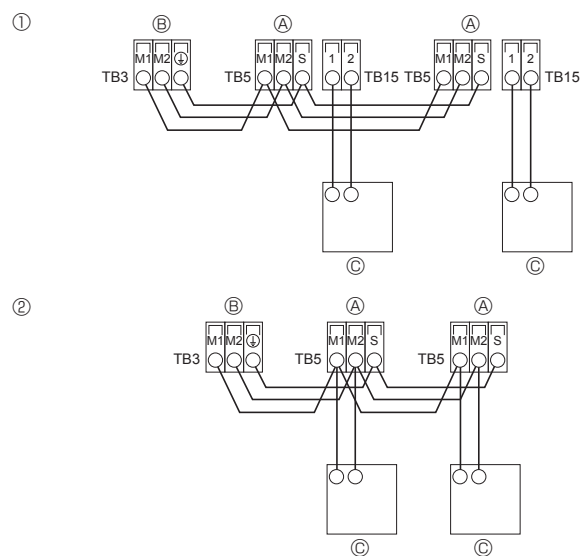
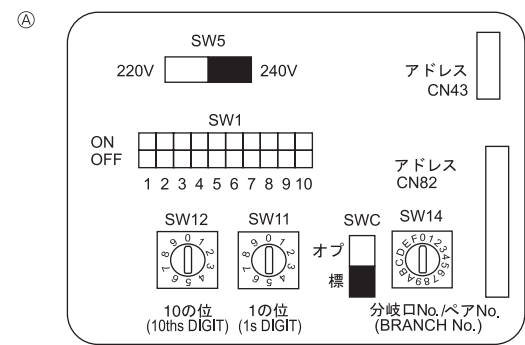

Fig. 4-3
Fig. 4-4
4.4. Collegamento del comando a distanza e dei cavi di trasmissione delle sezioni interne ed esterne (Fig. 4-3)
- ① Comando a distanza MA
- ② Comando a distanza M-NET
- ③ Blocco terminale del cavo di trasmissione della sezione interna
- ④ Blocco terminale del cavo di trasmissione della sezione esterna
- ⑤ Comando a distanza
4.5. Impostazione degli indirizzi (Fig. 4-4)
- ① Impostazione degli indirizzi
- ② Come impostare i numeri delle diramazioni SW14 (solo i modelli delle serie R2)
- ⑥ Pannello degli indirizzi
4.6. Rilevazione della temperatura ambiente con il sensore incorporato nel comando a distanza (Fig. 4-4)